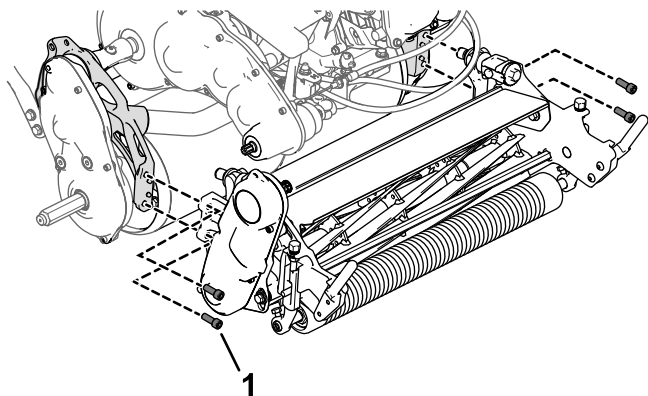

Рисунок 6
1. С помощью 4 винтов с внутренним шестигранником установите режущий блок на машину (Рисунок 6).